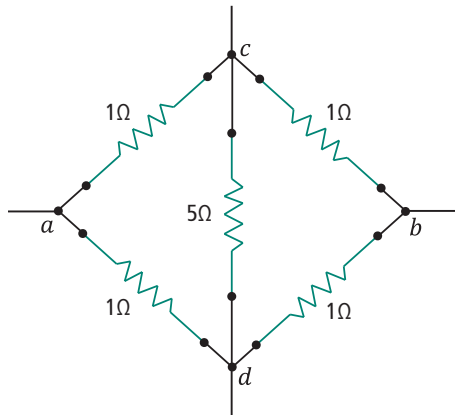

Figura 5.10: Rede de resistores
1. Considere cinco resistores conectados conforme a Figura 5.10. Ache a resistência equivalente total do circuito entre os pontos a e b. Considere a simetria dos componentes para facilitar a resolução.